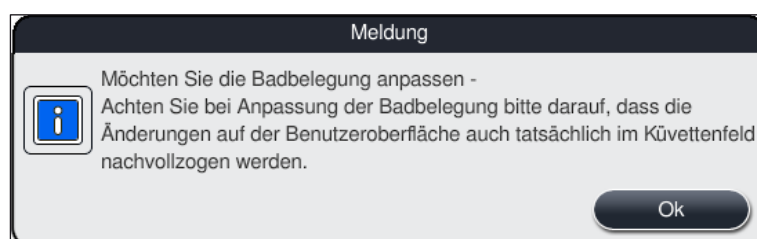
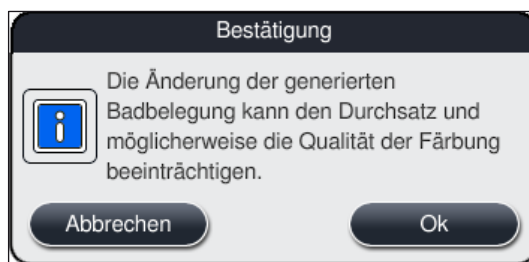

Abb. 61
Abb. 62
- Die darauf folgenden Meldungen (→ "Abb. 61") (→ "Abb. 62") beachten und bestätigen oder durch **Abbrechen** (→ "Abb. 62") zur Ansicht der Badbelegung zurückkehren.